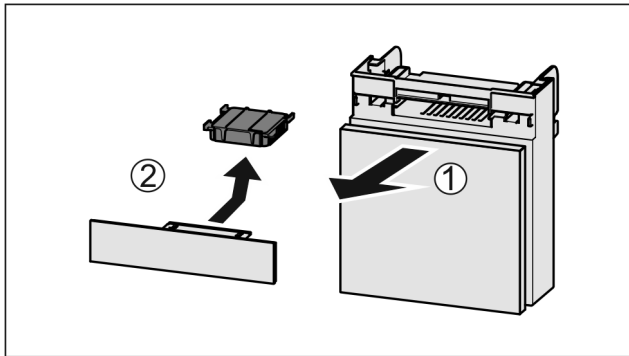

Fig. 132
- ▶ Húzza ki Fig. 132 (1) előrefelé a rekeszt.
- ▶ Vegye ki az aktívszén-szűrőt Fig. 132 (2).